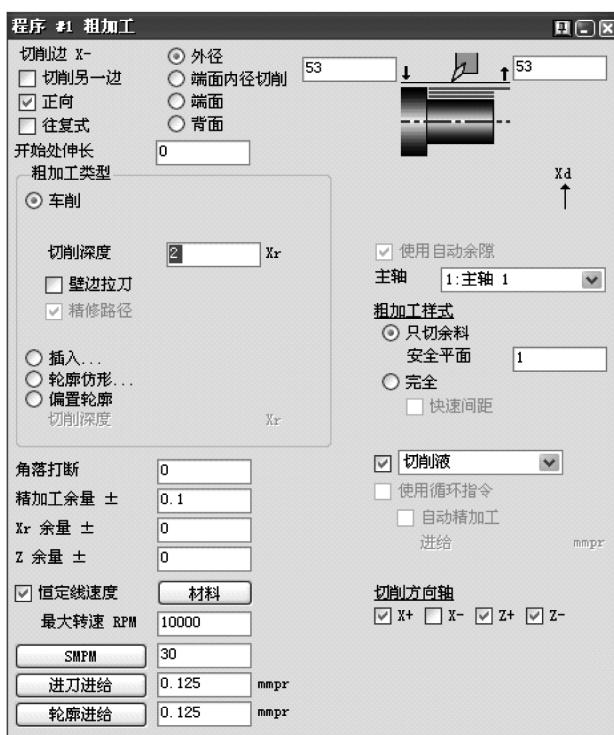

图 6-13 轮廓粗加工
- 1) 应用 #6 刀具创建外轮廓粗加工程序, 如图 6-13 所示。